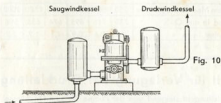

Fig. 10
10. Anordnung von Saugwindkessel bei Saugleitungen von 30 m Länge und mehr nach Fig. 10, dicht bei der Pumpe, erforderlich. Größe des Saugwindkessels nach Tabelle III.
17. Druckleitungen länger als 30 m (Länge von der Pumpe bis zum Druckkessel oder Hochbehälter) erfordern Druckwindkessel nach Tabelle VI, die, wie in Fig. 10 angedeutet, eingebaut werden.